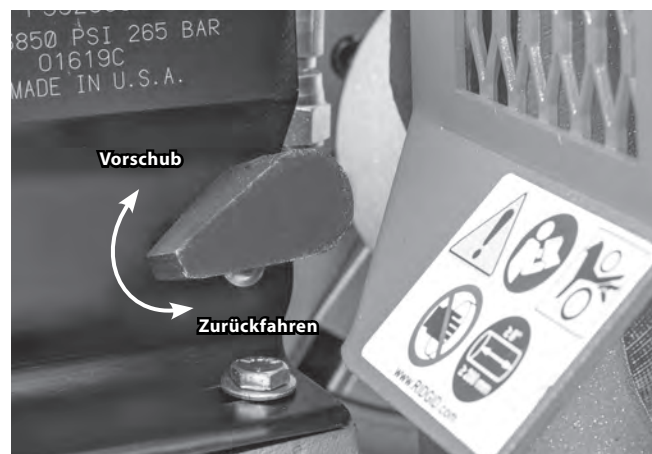

Abbildung 11 - Position des Pumpenfreigabe-Hebels
- Um die Nutrolle zurückzufahren, bewegen Sie den Pumpengriff in die Zurückfahrposition. Siehe Abbildung 11.